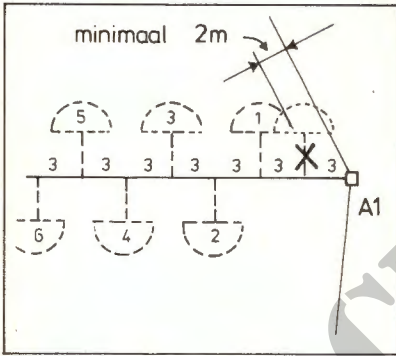

fig. 4
- indien de eerste tros dichterbij 2 m zou komen te liggen bij een verbindinglijn die feitelijk wordt opgemeten, wordt die tros op een veelvoud van 3 m gelegd; (fig. 4)